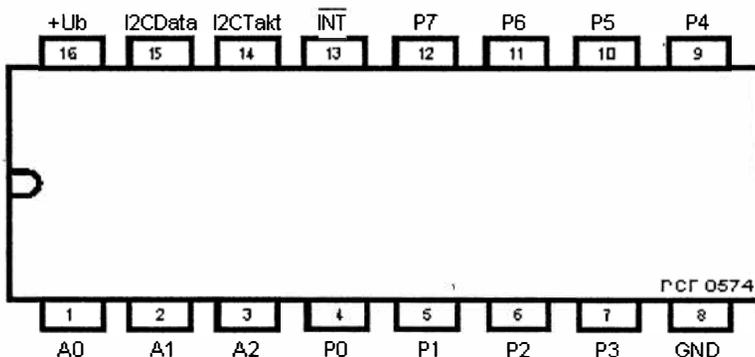
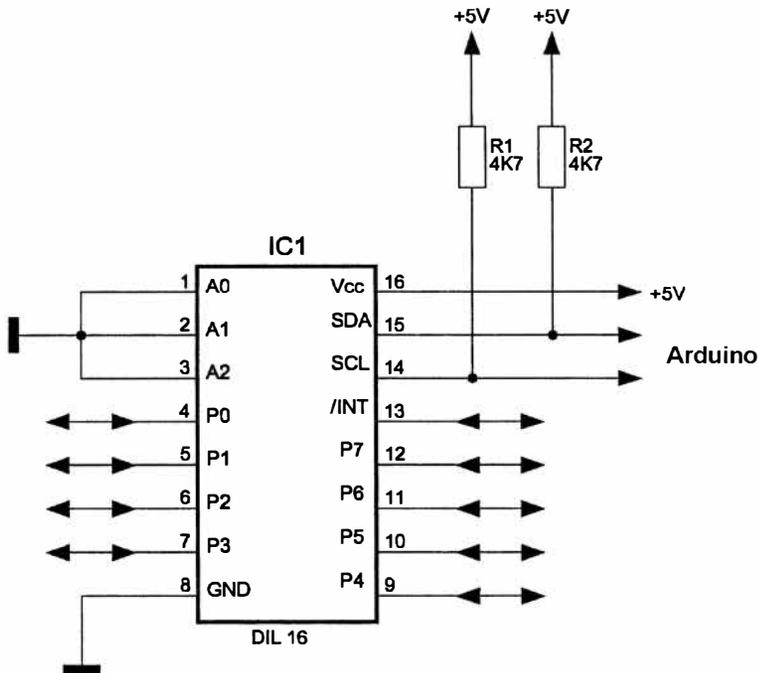

Рис. 13.1. Цоколевка расширителя порта PCF8574
Рис. 13.2. Внешние подключения к PCF8574
Если требуется большее количество портов ввода/вывода, чем плата Arduino может предоставить в распоряжение, то это можно осуществить при помощи модуля расширителя порта I²C. Популярная микросхема I²C-шины — расширитель порта PCF8574 фирмы Philips. Микросхема имеет восемь двунаправленных линий данных (рис. 13.1). При отсутствии сигнала выводы являются высокоомными, так что могут быть входами. Активное состояние всех линий низкоомное. Тем не менее, микросхема не имеет такого регистра направления передачи данных, как у микроконтроллера Arduino. Базовый адрес микросхемы — 0100 0000 (64) или Hex40. Путем адресации входов A0–A2 к шине I²C можно подключать до 8 одинаковых микросхем. Поэтому микросхема PCF8574 позволяет расширять порт до 64 линий. Схема внешних подключений приведена на рис. 13.2. У микросхем других изготовителей могут быть иные базовые адреса. В этом случае потребуются технический паспорт.